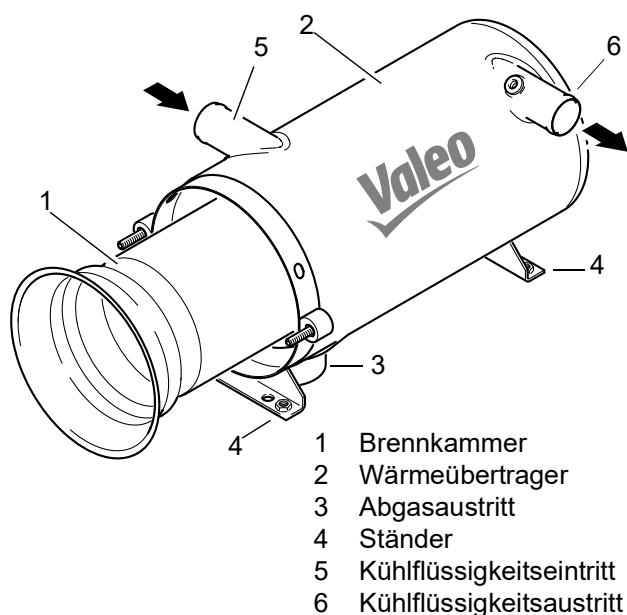

Abb. 805 Aus- und Einbau Brennkammer
2. Brennkammer (1, Abb. 805) aus dem Wärmeübertrager (2) herausziehen.
1. Brennkammer (1, Abb. 805) bis zum Anschlag in den Wärmeübertrager (2) schieben.
3. Brennkammer (1, Abb. 805) aus dem Wärmeübertrager (2) herausziehen (siehe 8.10).
4. Gegebenenfalls Spannschelle für die Abgasleitung am Abgasaustritt (3) lösen.
1. Wärmeübertrager (2, Abb. 805) in Einbaulage bringen und Ständer (4) je nach verwendeten Befestigungspunkten mit Schrauben, Muttern und Unterlegscheiben am Fahrzeug befestigen.
2. Gegebenenfalls Abgasleitung am Abgasaustritt (3) mit Spannschelle befestigen.
3. Kühlmittelschläuche auf Kühlmittleintritt (5) und -austritt (6) aufstecken und mit Schlauchschellen mit $6 \pm 0,6$ Nm sichern.